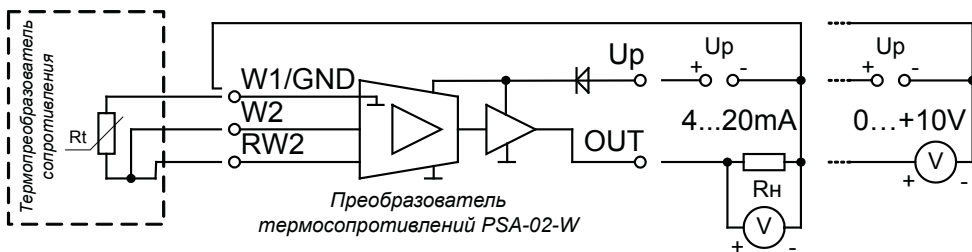

Рис. 4.1 Схема подключения преобразователя термосопротивлений
8.5 Подключить входные сигнальные провода к клеммам W1/GND, W2 и RW2. Подключить выходные сигнальные провода к клеммам OUT и W1/GND. Подключить источник питания к клеммам Up и W1/GND. Схема подключения преобразователя представлена на рис. 4.1.